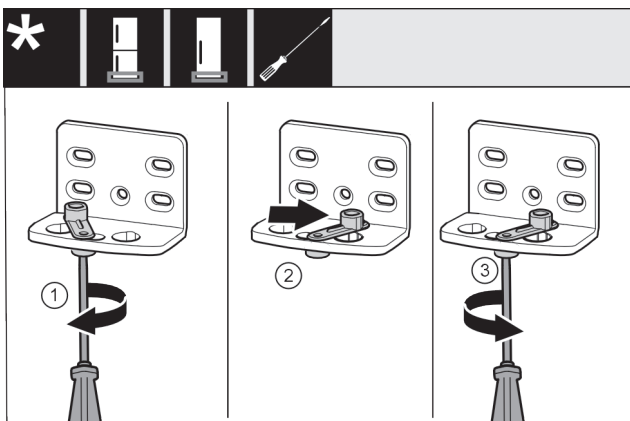

Fig. 15
- Βιδώστε πρόχειρα τη βίδα Fig. 15 (1) με κατσαβίδι.
- Ανασηκώστε το βοήθημα κλεισίματος πόρτας Fig. 15 (2) και περιστρέψτε 90° προς τα δεξιά στην τρύπα.
- Σφίξτε τη βίδα Fig. 15 (3) με κατσαβίδι.